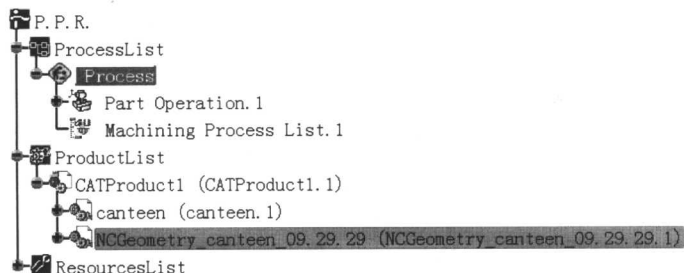
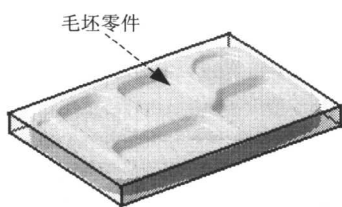

图 1.13 特征树
图 1.15 毛坯零件
(1) 在图 1.13 所示的特征树中右击“NCGeometry_canteen_09.29.29 (NCGeometry_canteen_09.29.29.1)”节点，在弹出的快捷菜单中选择命令。
(2) 单击“Part Operation”对话框中的按钮。
(3) 在图形区中选择如图 1.15 所示的零件（透明显示的模型）作为毛坯零件，在图形区双击鼠标左键，系统回到“Part Operation”对话框。